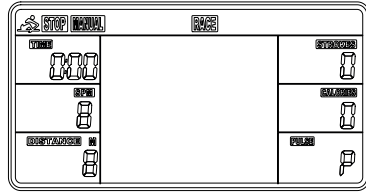

Fig. 3
2. Primero, acceda a la interfaz de hora para configurar el año, mes y día. Tras la confirmación, la alarma parpadeará. Pulse el botón A hacia arriba para desactivar la alarma. Si no se muestra el indicador de alarma, puede pulsar el botón Enter para continuar. Si se muestra el indicador de alarma, pulse el botón Enter para configurar la hora de la alarma (la misma configuración a la misma hora). Tras la configuración, acceda al modo de inicio/parada (Fig. 3).
3. Al entrar en el modo de inicio/parada, MANUAL y CARRERA parpadean (Fig. 3). Presione Arriba/Abajo para seleccionar el modo deseado y luego presione Enter para confirmar.